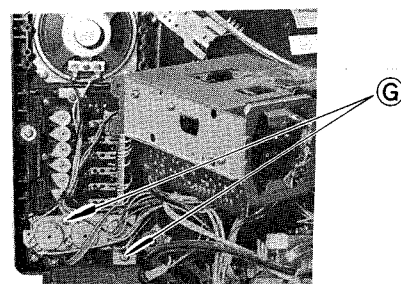

Fig. 8 Abb. 8
2. Remove 2 screws (G) as in fig. 8.
2. 2 Schrauben (G) entfernen wie in Abb. 8.